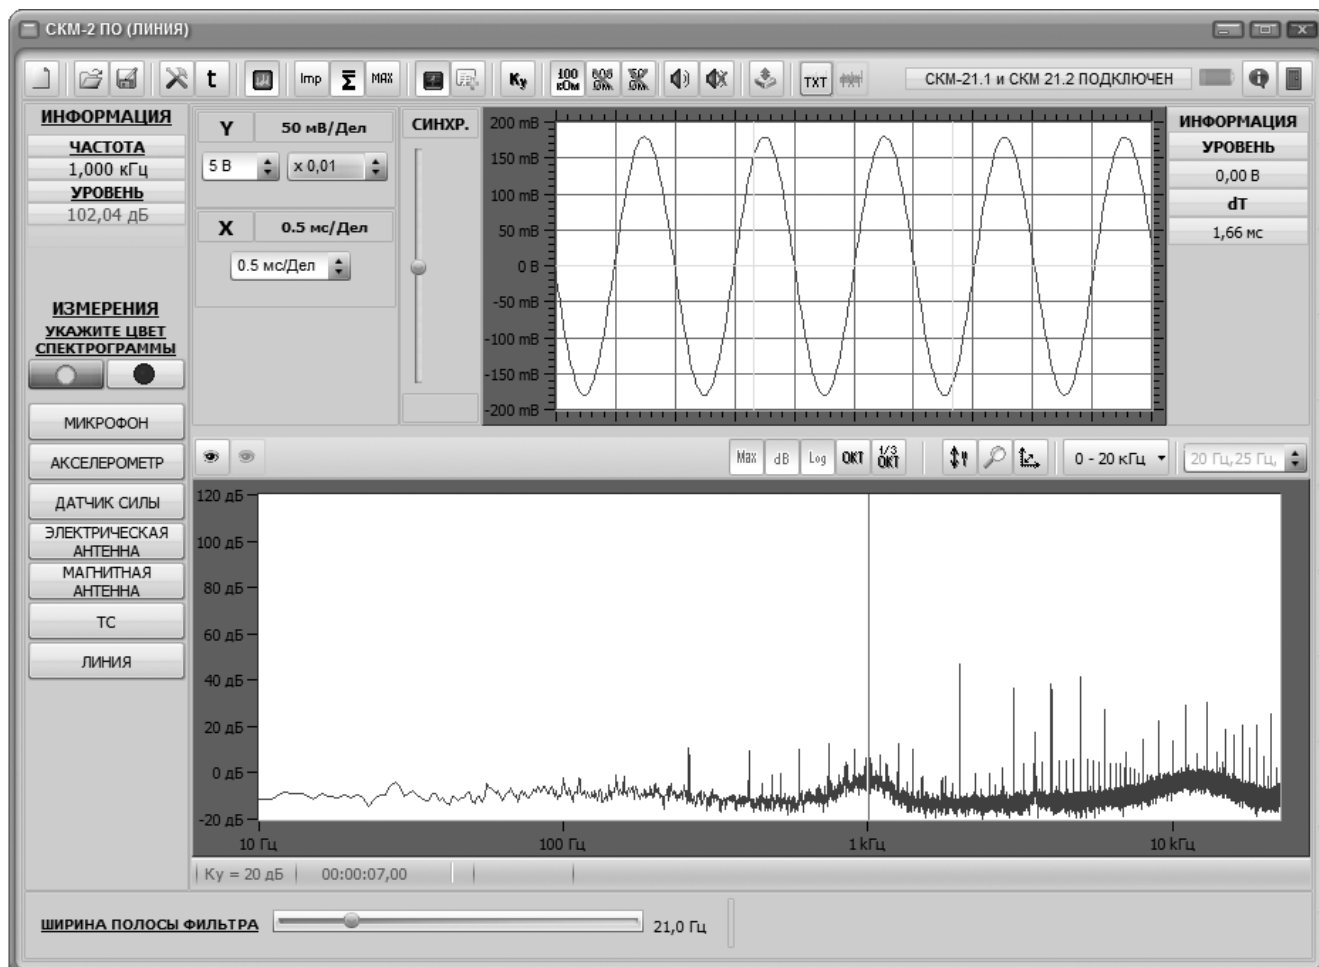

Рисунок 12 – Иллюстрация работы в режиме спектрального анализа
10.13.8 Иллюстрация работы в данном режиме приведена на рис. 12.